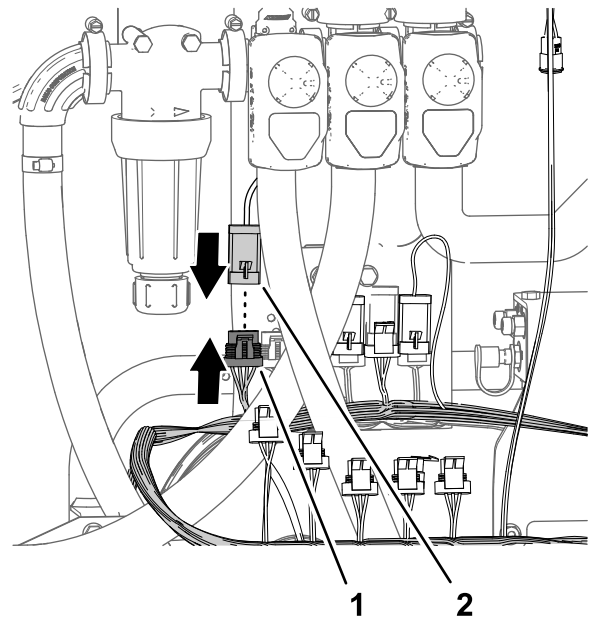

图 89
4. 将喷洒率阀致动器的 4 针接头接入标有喷洒率阀的 89cm 套件线束支管的 4 插槽接头图 89。